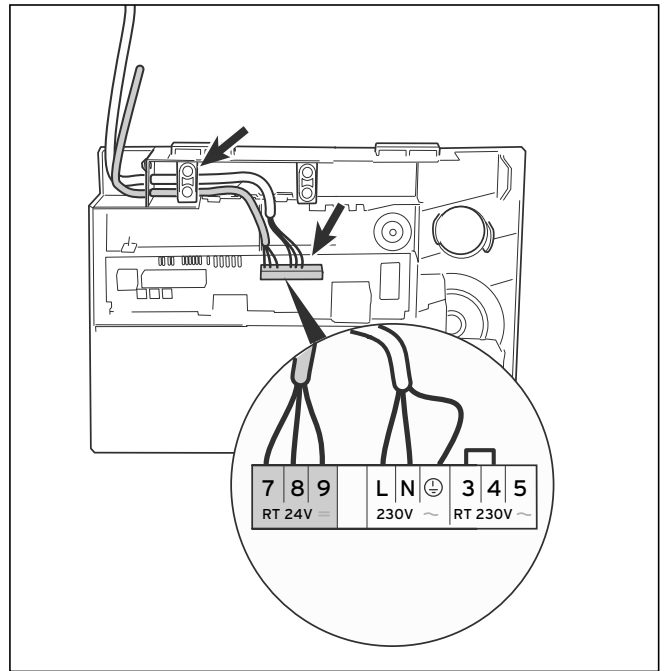

Рис. 5.12 Подключение регулирующих приборов и принадлежностей
- Проложите необходимые провода к уровню подключений в распределительной коробке, как показано на рис. 5.12.
- Подключите соединительный кабель согласно рис. 5.12 либо табл. 5.1 и 5.2 к соответствующим штекерам ProE либо гнездам электроники.